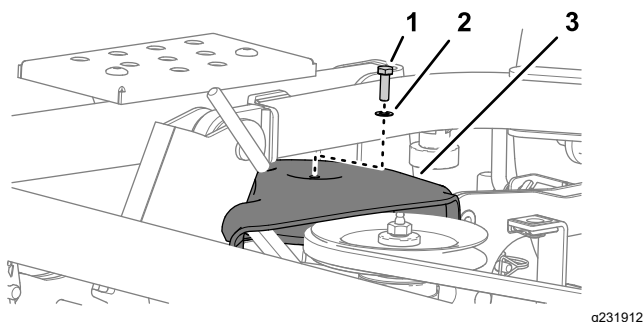

Рисунок 117
2. Отверните болт с шайбой, которые крепят кожух шкива к деке газонокосилки (Рисунок 117).
1. Установите кожух шкив над самым правым шкивом; см. Рисунок 117 в разделе Снятие кожуха шкива (страница 86).